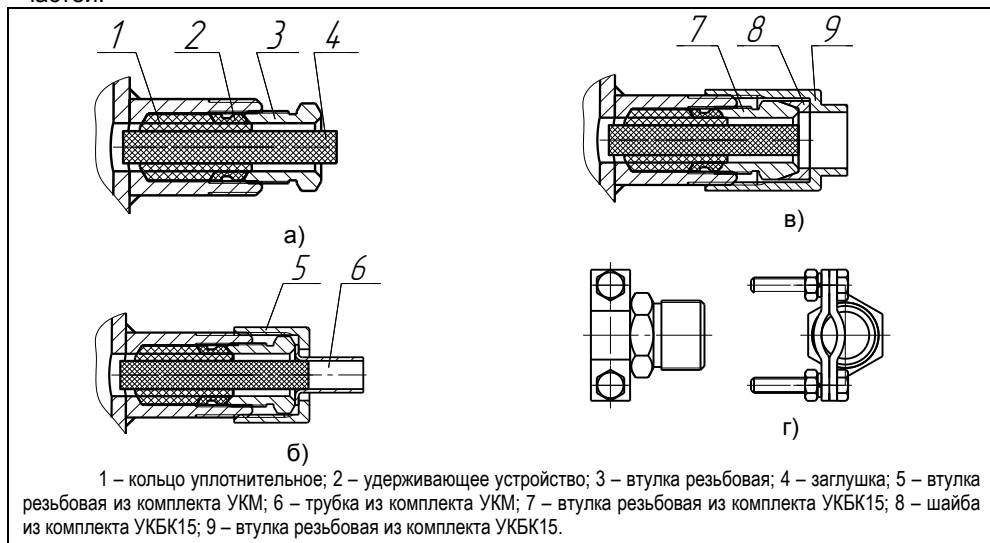

Рис. 2 – Элементы кабельных вводов:
- УКМ 10 или УКМ 12 или УКБК 15 – см. 6.1.1 (рис. 2) – относится к преобразователю СЕНС ПД (рис. 9);
6.1.1 Преобразователи СЕНС ПД изготавливаются с кабельными вводами **D12** (см. рисунок 2).
Кабельный ввод **D12** содержит (рисунок 2): кольцо уплотнительное 1, удерживающее устройство 2, втулку резьбовую 3, резиновую заглушку 4.
Комплекты **УКМ10**, **УКМ12** (устройство крепления металлорукава) состоят из втулки резьбовой 5 и трубка 6 (рисунок 2,б). Комплекты предназначены для крепления металлорукава с внутренним диаметром 10 мм (УКМ10) или 12 мм (УКМ12).
Комплект **УКБК15** (устройство крепления бронированного кабеля) состоит из втулки резьбовой 7, устанавливаемой взамен втулки 3, шайбы 8 и втулки резьбовой 9 (рисунок 2,в). Фиксация брони кабеля осуществляется между втулками 7 и 8 при наворачивании втулки резьбовой 9. Комплект предназначен для крепления бронированного кабеля с наружным диаметром до 15 мм.
Комплект **УК16** (устройство крепления) состоит из втулки резьбовой с хомутом (рисунок 2,г), устанавливаемой взамен втулки 3 и позволяет хомутом закреплять металлорукав или броню кабеля, а так же обеспечивать дополнительное крепление